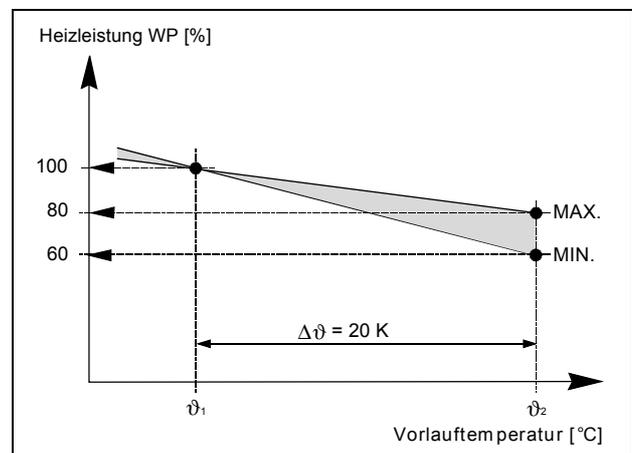

Bild 18: Leistungsänderung wärmenutzungsseitig 1...2% pro Kelvin Verflüssigungstemperaturänderung
- Je höher die Verflüssigungstemperatur, desto niedriger die Heizleistung (Bild 18)